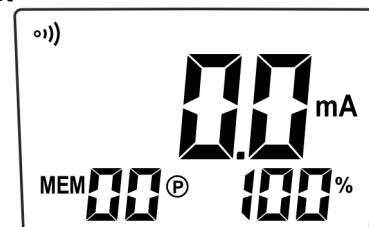

Fig. 20
2. L'instrument affiche le message « **OL Ω** » sur l'écran, car il se configure automatiquement pour la mesure de la résistance. Appuyez brièvement sur la touche **▲A** pour accéder au mode de mesure du courant. S'affiche à l'écran Fig. 20.